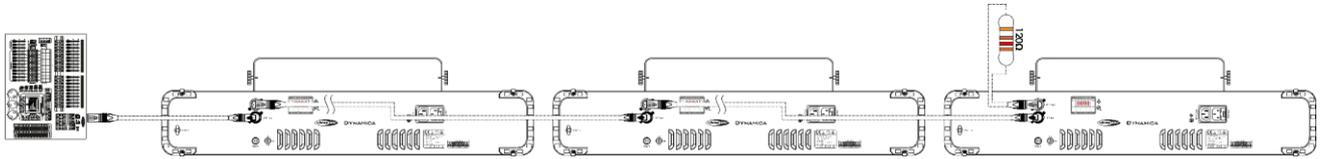

Fig. 06
04) Conecte las unidades entre ellas como se indica en la Fig. 06. Conecte un cable de señal DMX que vaya desde el conector DMX Output (salida) de la primera unidad al conector DMX Input (entrada) de la segunda unidad. Repita este proceso para interconectar las unidades segunda y tercera.